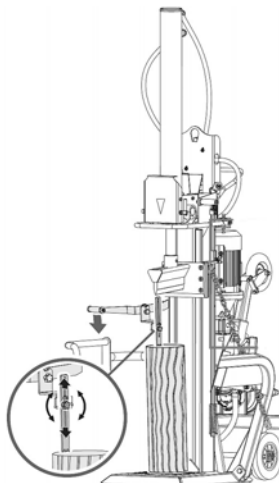

Abb. 35: Spaltgut im Holzspalter positionieren
Schritt 3: Spaltgut vertikal auf den Auflagetisch stellen, so dass es flach aufliegt. Drücken Sie den linken Hebel, um die verlängerte Holzklammklaue (Abb. 35) gegen den Baumstamm abzusenken, um ihn zu sichern. Spaltkeil und Auflagetisch müssen die Enden des Spaltguts vollflächig berühren. Niemals Holz in einem Winkel spalten!